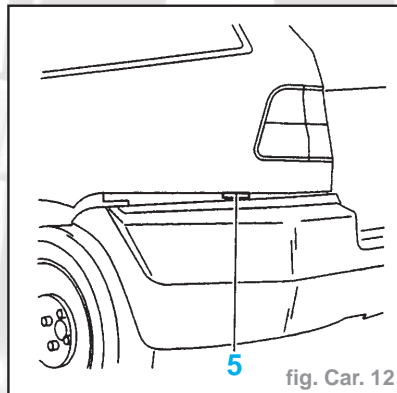

fig. Car. 12
**Attention** : Engager le pare-chocs dans l'agrafe (5) (fig. Car. 12).